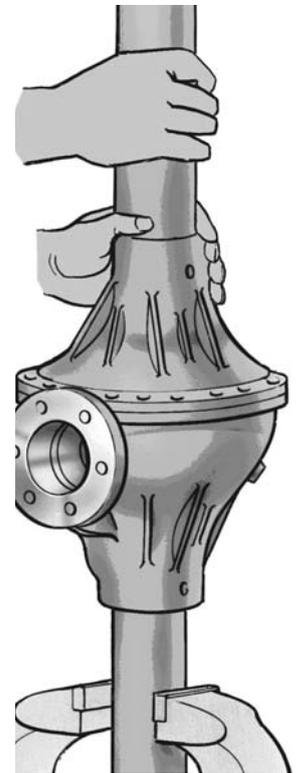

Рис. 3. Накочення роликів підшипників диференціала
2. Встановіть диференціал в зборі в картер, потім прокладку і кришку картера і, повертаючи кришку за кожух, закоткуйте підшипники так, щоб ролики зайняли правильне положення (рис. 3). Потім болтами і гайками рівномірно з'єднаєте кришку з картером.